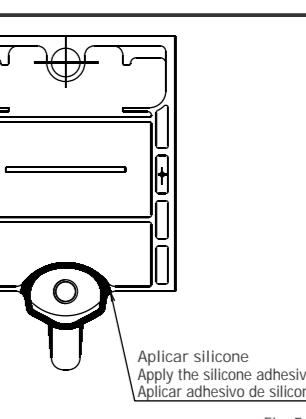
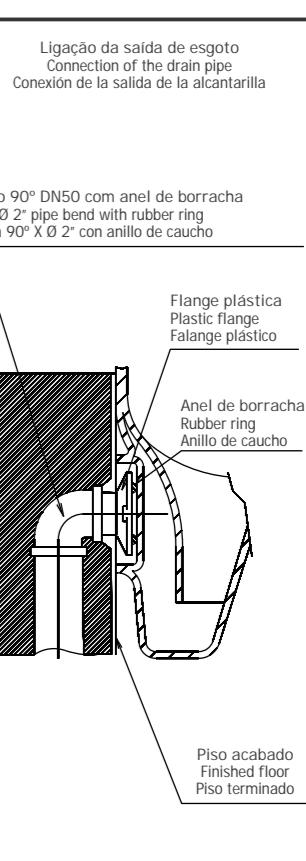

Fig. 5
Fig. 7
12) - Aplicar adesivo silicone na região de contorno da saída d'água (conforme fig. 5). Encaixar o mictório nas garras e nos prisioneiros da flange instalada na parede. Colocar as arruelas e as porcas, e dar o aperto final nas porcas (conforme fig. 7).
- Apply silicone adhesive around the edge of the water supply (as shown in fig. 5). Fit the urinal onto the claws and flange studs on the wall. Install the washes and nuts, and firmly tight the nuts to finish the installation (as shown in fig. 7).
- Aplicar adhesivo de silicona en la región del contorno de la salida de agua (conforme fig. 5). Encajar el urinario en las garras y en los tornillos presos de la brida instalada en la pared. Colocar las arandelas y las tuercas, y apretar bastante en las tuercas (conforme fig. 7).